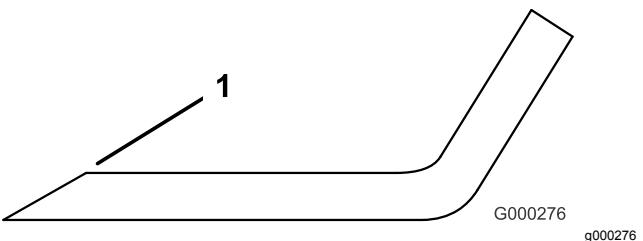

Figura 112
3. Controllate i taglienti di tutte le lame, e affilatevi se fossero ottusi o scheggiati. Affilate soltanto la parte superiore del tagliente e mantenete l'angolo di taglio originale per garantire l'affilatezza (Figura 112). La lama rimane bilanciata soltanto se viene rimossa una quantità uguale di metallo da entrambi i taglienti.